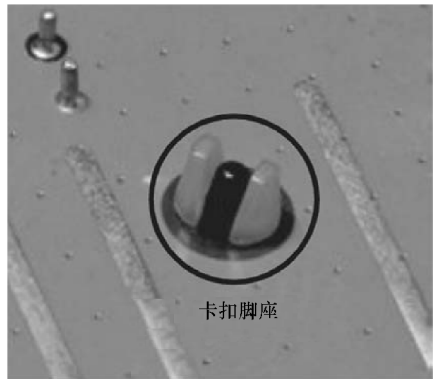

图 2-73 安装 CPU 风扇步骤 3 示意图
3) 安装完成后应检查主板背面，卡扣脚座应如图 2-73 所示，表示安装正确。